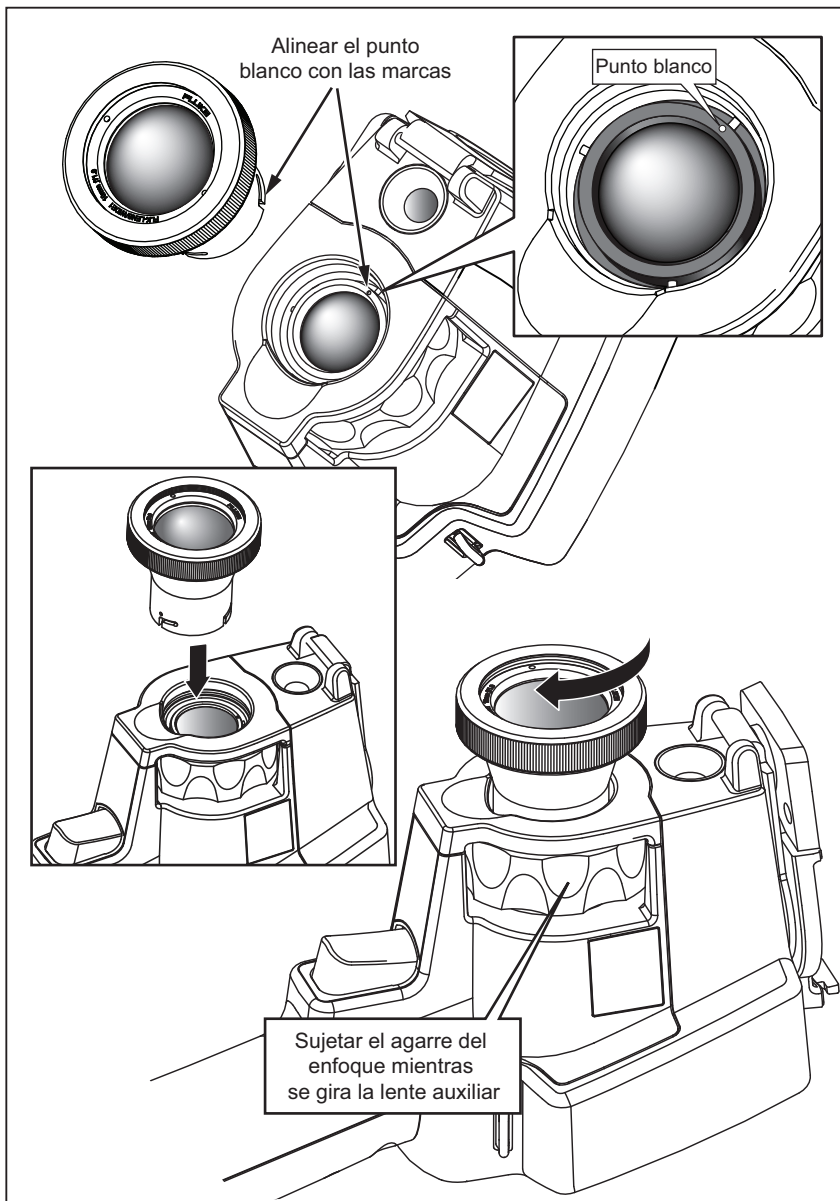

Figura 1. Acoplamiento y extracción de las lentes opcionales
5. Acople la lente opcional en el procesador térmico alineando el punto de la lente con el punto del procesador térmico; consulte la Figura 1.